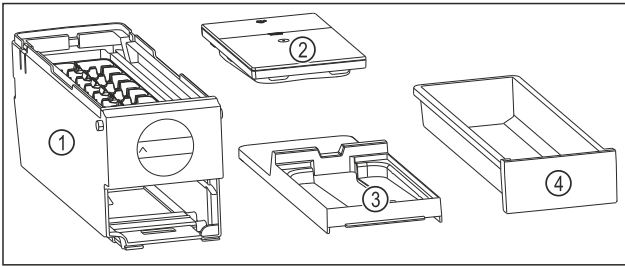

Fig. 88 Bestandteile des EasyTwist-Ice
- EasyTwist-Ice ist in vier Teile zerlegt. (siehe Fig. 88)
- EasyTwist-Ice nur in abgebildete Bestandteile zerlegen. (siehe Fig. 88)
- EasyTwist-Ice-Korpus Fig. 88 (1) als Ganzes reinigen.